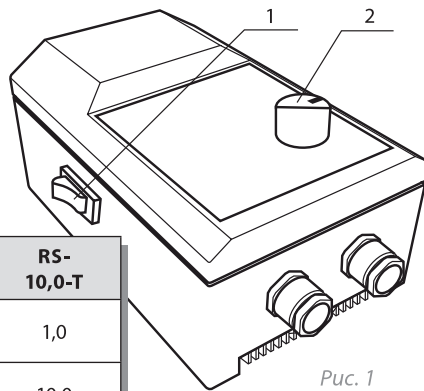
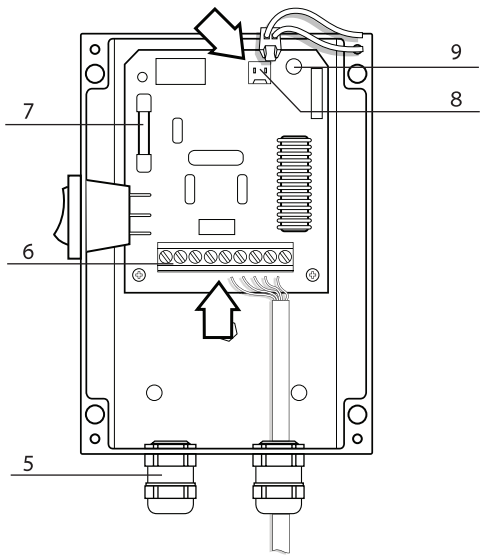
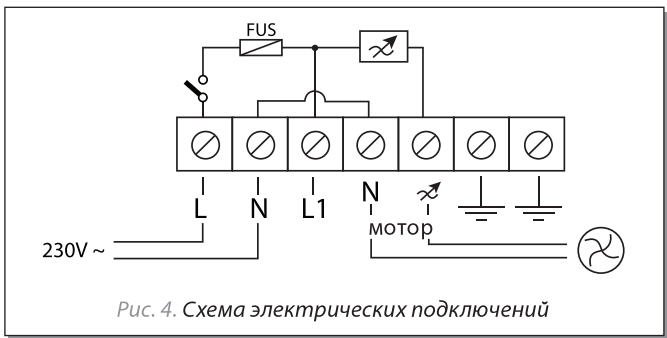

Рис. 1
Рис. 3
Рис. 4. Схема электрических подключений
Регуляторы серии RS...-T, в дальнейшем именуемые — «изделие», применяются в системах вентиляции и кондиционирования для управления производительностью однофазных вентиляторов, путем плавного изменения подаваемого на двигатель напряжения. Управление осуществляется при помощи ручки потенциометра — **2** (см.рис.1), вынесенной на переднюю панель прибора.
Регулятор оборудован кнопкой включения/выключения — 1 (см.рис.1).
ления **2** (см. рис. 1), в выбранном диапазоне при настройке регулятора. Минимальная выходная мощность от 25 до 100% задается подстроечным резистором — **9** (см. рис. 3), который находится **внутри** регулятора. Прибор оборудован плавким предохранителем — **7** (см.рис.3), защищающим прибор и подключенный к нему вентилятор, от повышенного токопотребления.
- Для удобства монтажа, отключить разъем — **8** (см.рис. 3);
- Произвести электрические подключения согласно схемы (см.рис.4). Подключение внешних электрических проводников к изделию осуществляется при помощи винтовых клемм — **6** (см.рис.3). Ввод проводников во внутрь прибора производится через гермовводы — **4** (см. рис.3). На внешнем вводе (220В/50Гц) должен быть установлен встроенный в стационарную сеть электроснабжения автоматический выключатель.
- Подключить разъем — **8**, установить ручку выбора скорости — **2** (см.рис.1) в минимум (против часовой стрелки). Далее, при помощи потенциометра — **9** (см.рис.3) установить желаемую минимальную скорость вентилятора.